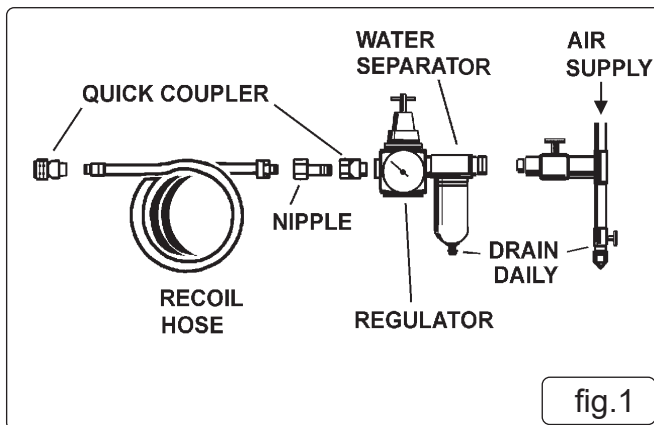

fig.1
- 4.1. **RECOMMENDED HOOK-UP PROCEDURE IS SHOWN IN FIG 1.**